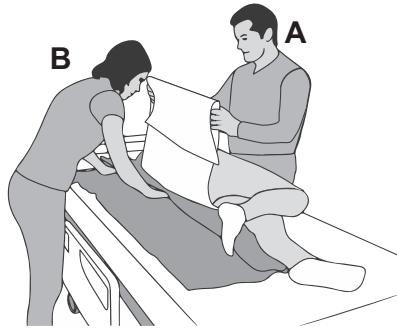

Abbildung 7
6. (Pflegekraft B) Legen Sie die Gleitmatte unter den Patienten, zwischen das Stecklaken und die Transferfläche. **(Siehe Abbildung 7)**